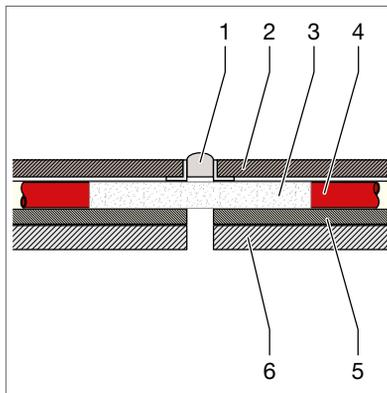
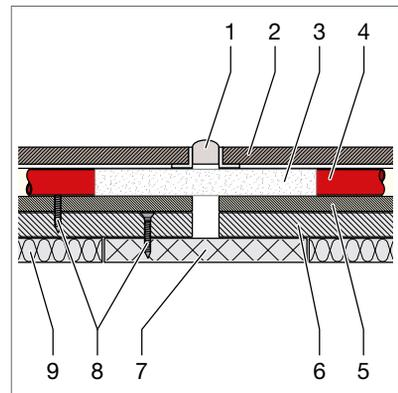

Abb. 10: Türdurchgang mit Hartschaumträgerplatte
Abb. 11: Türdurchgang bei Dämmung und Gipsfaser-Ausbauplatte
6. Hartschaumträgerplatte, mind. 6 mm (Abb. 10) bzw. Gipsfaser-Ausbauplatte, mind. 10 mm (Abb. 11)